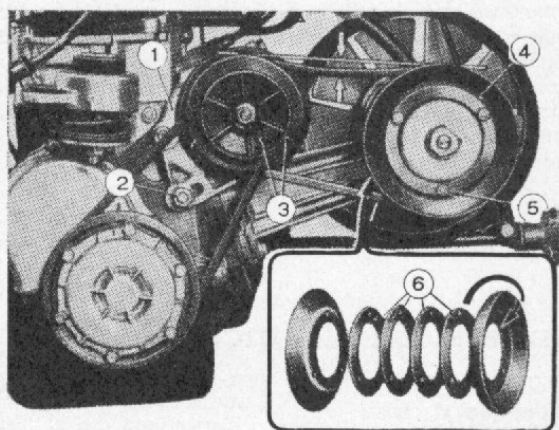

Fig. 49.—Ajuste de las correas de la dinamo y de la bomba de agua.
- 1: Soltar las tuercas de montaje y de ajuste del soporte de tensado. (Ver fig. 49.)
- 1: Quitar las tres tuercas (5 de la fig. 49).